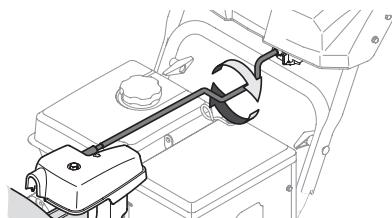

Figura 3-12
- Tome la porción deseada de la varilla de control del canal y gire el conjunto del canal manualmente hacia la derecha o hacia la izquierda. Consulte la Figura 3-12.